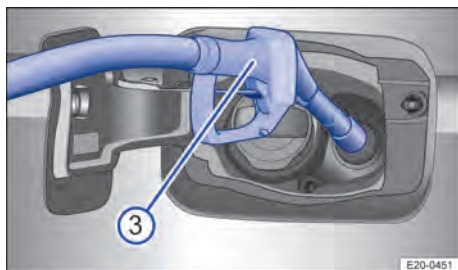

Abb. 167 AdBlue tanken mit der Zapfpistole.
1. Griff der AdBlue®-Zapfpistole nach unten halten, um eine optimale Betankung zu gewährleisten → Abb. 167 ③.
3. Der AdBlue®-Tank ist voll, sobald die Zapfpistole erstmalig abschaltet → ①.